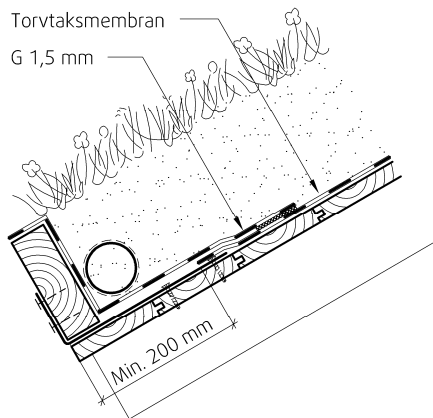

Fig. 3
- Over torvhaldstokk (ved innvendig renneløsning - se fig 3)
Ved bruk av innvendig renne langs torvhaldstokken avsluttes torvtaksmembranen ved torvhaldskrok. Avstand fra knekkpunkt i forkantbeslag eller fra ytterkant torvhaldskrok og opp til Torvtaksmembran(filt), må være minst 200mm (se fig. 3). Torvtaksmembranen festes mekanisk med skruer og skiver. Takflaten ned mot torvhaldstokken og alle sidene på torvhaldstokken som ligger mot torv tekkes med Protan G. Således dannes det en renne mellom takflaten og torvhaldstokken. Drenering av innvendig renne til taknedløp sikres med drenerør.